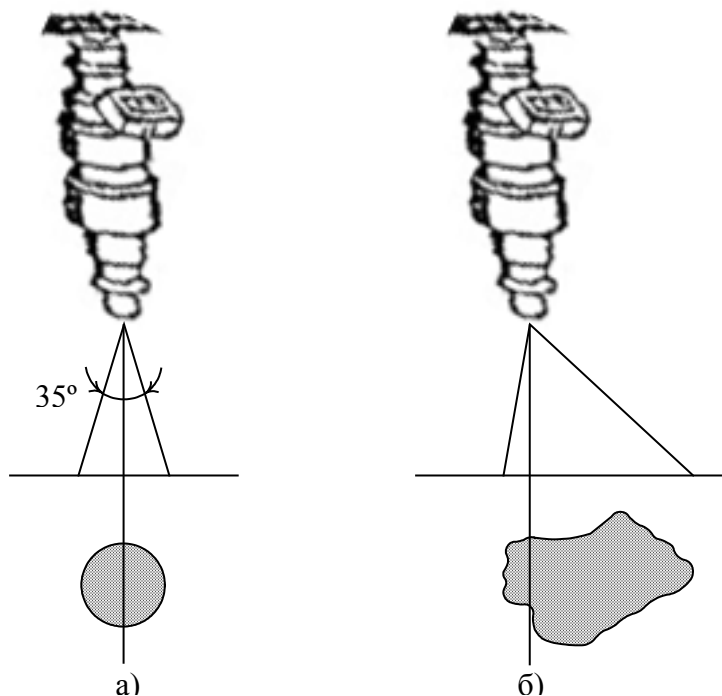

Рис. 5. Геометрия распыления жидкости форсункой
Режим “Геометрия” предназначен для контроля геометрии конуса распыления топлива форсунками. Нормой считается равномерное распыление без крупных капель топлива, с осевой симметрией конуса без смещения от оси рис. 5.
6. Клавишей **OK** запустите режим, при этом на форсунки будет подан одиночный импульс. Геометрию конуса распыления можно контролировать визуально, или по пятну оставленному на листе белой бумаги (рис. 5).